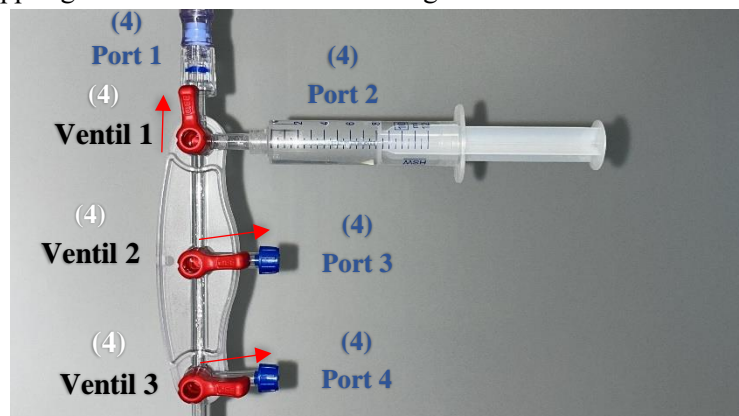

Fig. 26 Denna figur visar steg 4, "Elueringsproceduren", och illustrerar konfigurationen eller processen för att låta saltsyra passera genom generatorn.
- Ventil 2 och 3 på grenkopplingen ska vridas mot radionuklidgeneratorns inloppsport. Vrid Ventil 1 moturs 180° till stängt läge. 10 ml steril, ultraren 0,1 mol/l saltsyra ska sedan passera genom generatorn med en flödes hastighet som **inte får överstiga 2 ml/minut** (se *fig. 26*).